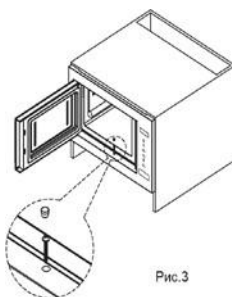

Рис.3
3. Откройте микроволновую печь и установите винт М4Х35, вкрутив его в секцию, затем наденьте крышку винта, как показано на рис.3.